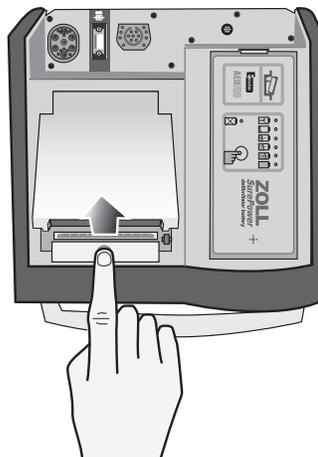

Figura 12-5. Apertura de la puerta de la impresora
1. Pulse el botón de desbloqueo y abra la puerta de la impresora (consulte la Figura 12-5). A continuación, extraiga el papel existente.